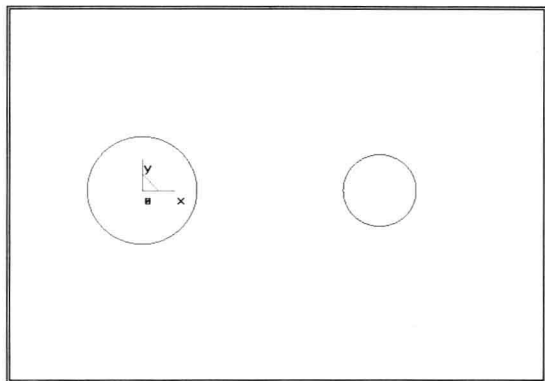

图 1-2-2 手柄图形绘制（一）
2) 单击菜单【造型】→【曲线生成】→【圆】命令,或直接单击  按钮,在立即菜单中选择“圆心_半径”,按状态栏提示拾取坐标原点为圆心点,输入圆半径 15,按回车 (**Enter**) 键确认,得到 *R15* 圆。单击鼠标右键结束当前圆绘制操作。按状态栏提示输入圆心点坐标 (65, 0, 0) 并回车 (也可直接输入 65, 省略 *Y*、*Z* 坐标),输入圆半径 10,回车确认,得到 *R10* 圆。两次单击鼠标右键,结束画圆命令。绘图结果如图 1-2-2 所示。